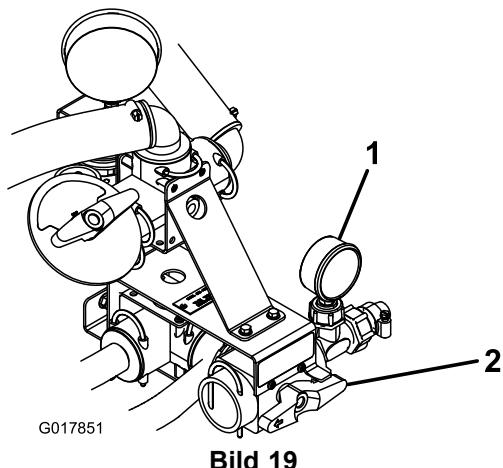

Bild 19
3. Drehen Sie das rote Handrad oben auf dem Regelventil in die Handspritzen-Stellung (Bild 19).
Hinweis: Verwenden Sie das Manometer rechts am Regelventil und drehen Sie gleichzeitig das rote Handrad, um den gewünschten Druck am Handspritzgerät zu erhalten (Bild 19).
- 2. Drehen Sie das rote Handrad oben am Regelventil in die Stellung für das Auslegerspritzen (Bild 19).